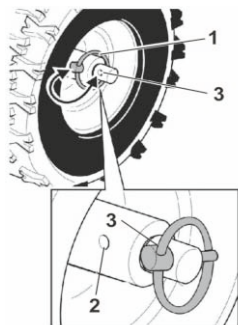

Рис. 6
7.1. Установка свободного хода приводного колеса (рис. 6).